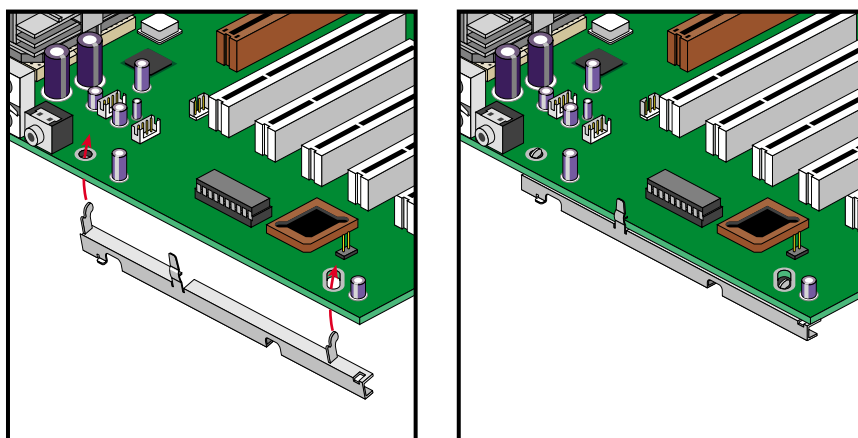

图 2-23 将固定支架卡到系统板上
1. 若要将固定支架安装在系统板上，请将固定钩放入系统板上面的孔内，并使脱扣扣钩卡到系统板上。其过程如图 2-23 所示。